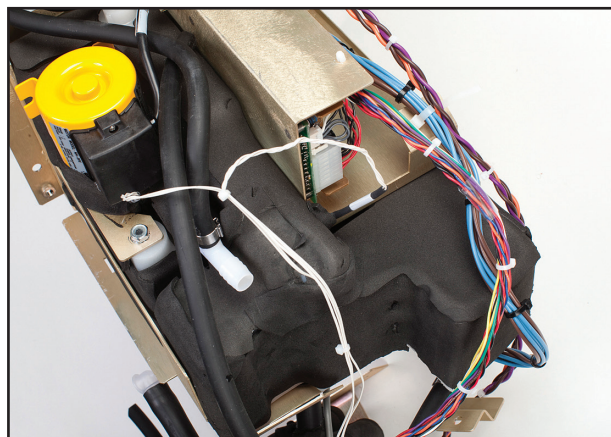

Abb. 8-58 Behältertemperatursensorkabelbaum an ordnungsgemäßer Position
7. Passen Sie die Isolierung wie dargestellt an, so dass sich T4 ordnungsgemäß in dem Behälter befindet (siehe Abbildung 8-58)